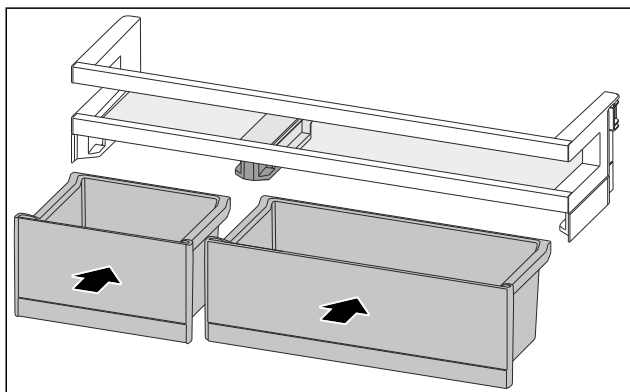

Fig. 169
- ▶ Umetnite kutije VarioBox izmijenjenim redoslijedom. (pogledajte Fig. 169)